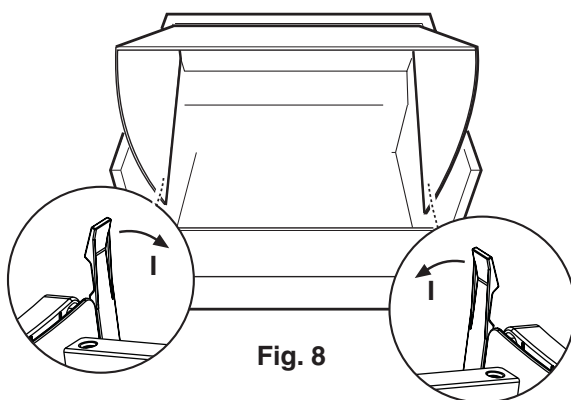

Fig. 8
- Enlever le auvent (en tournant les arrêts **I-Fig. 8**).